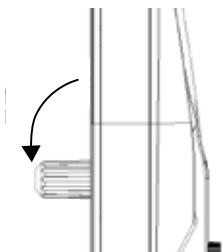

Fig.6
1. Luta CO₂-patronhållaren som befinner sig i locket med max. 90° neråt och skruva loss huset (fig. 6).